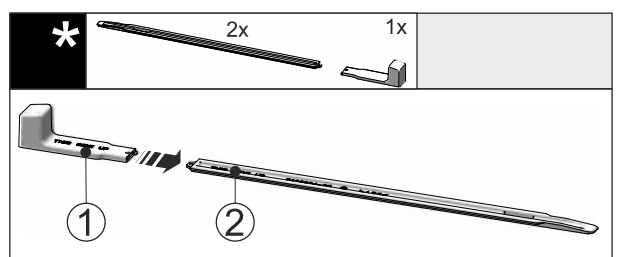

Fig. 54
- ▶ Montagegriff Fig. 54 (1) an die Nivellierschiene Fig. 54 (2) stecken.